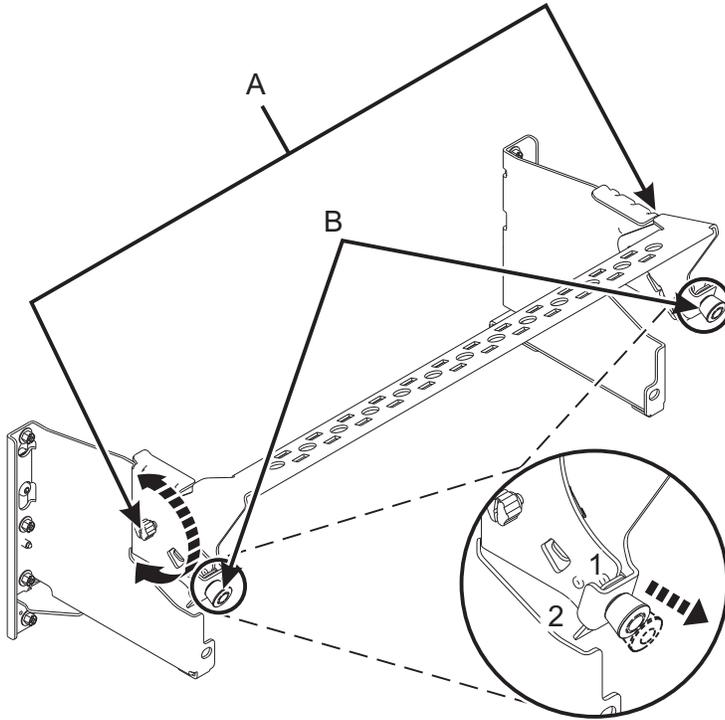

図 34. ケーブル管理ブラケットの保守位置への設置
4. ケーブル管理ブラケットを保守位置に置きます。36 ページの図 34を参照してください。
- a. つまみねじ (A) を反時計回りに回転させて、ケーブル管理ブラケットを緩めます。
- b. 1/4 回転ファスナー (B) を引き出し、ケーブル管理ブラケットを上げた位置まで持ち上げながら、それらのファスナーを回転させて解放します。
- c. 1/4 回転ファスナー (B) を回転させ、ブラケットにかみ合わせて所定の位置にロックします。